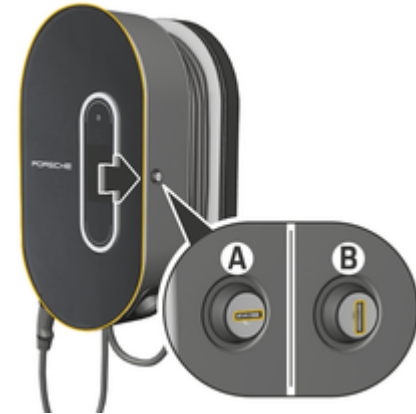

Fig. 18: Charge Dock
- ▶ Vri låsen til posisjon **A** (Fig. 18).
- ▶ Vri låsen til posisjon **B** (Fig. 18).